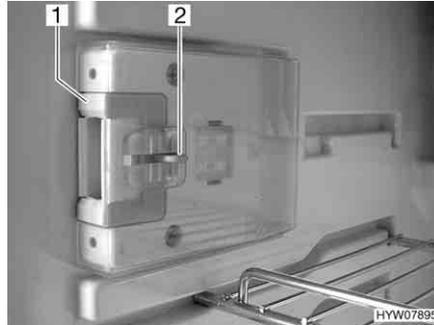
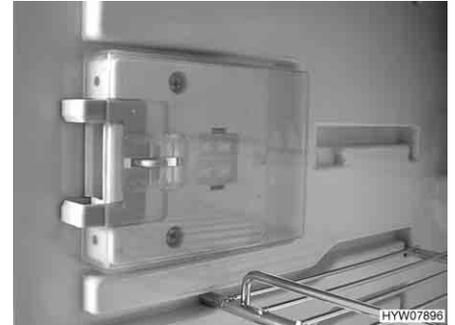

Fig. 171 Dispositivo de cierre en posición normal
Fig. 172 Dispositivo de cierre en posición de ventilación
- Hundir el desbloqueo (Fig. 171,2).
- Empujar el dispositivo de cierre (Fig. 171,1) hacia delante (Fig. 172).